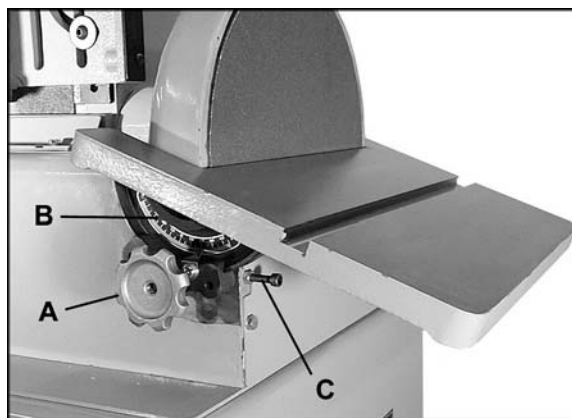

Figura 16
- roscas internas de las manivelas de bloqueo de mesa (A, Figura 16)